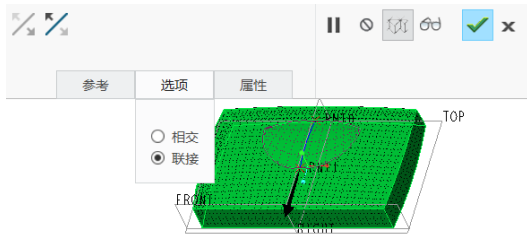

图 7-165 设置合并方法和面组保留侧
- 2 在“合并”选项卡的“选项”面板中选择“联接”(连接)单选按钮, 确保设置箭头指示的保留侧如图 7-165 所示。